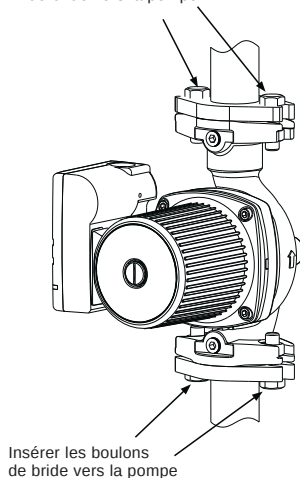

Fig. 4 Raccorder la pompe à la tuyauterie; insérer les boulons de bride vers la pompe
1. Installer les boulons de pompe et boulons de tuyauteries vers la pompe comme illustré sur la fig. 4.